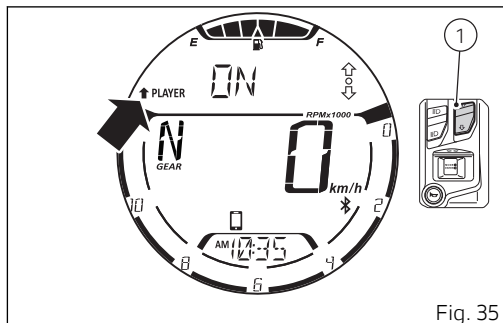

Fig. 35
Si el reproductor de música antes estaba activo (ON) y se ha abandonado el control para pasar a otras funciones, para volver a activar los controles del reproductor de música es preciso visualizar en el menú la función "Gestión del reproductor de música (PLAYER)" y presionar durante 2 segundos el pulsador (1) (Fig. 35).